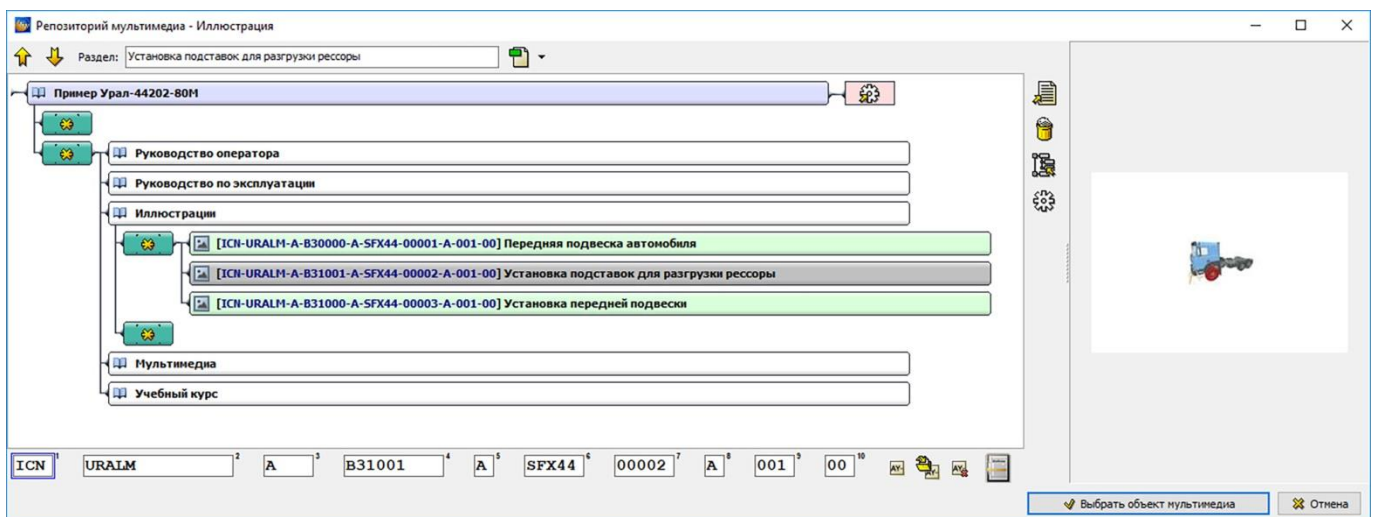
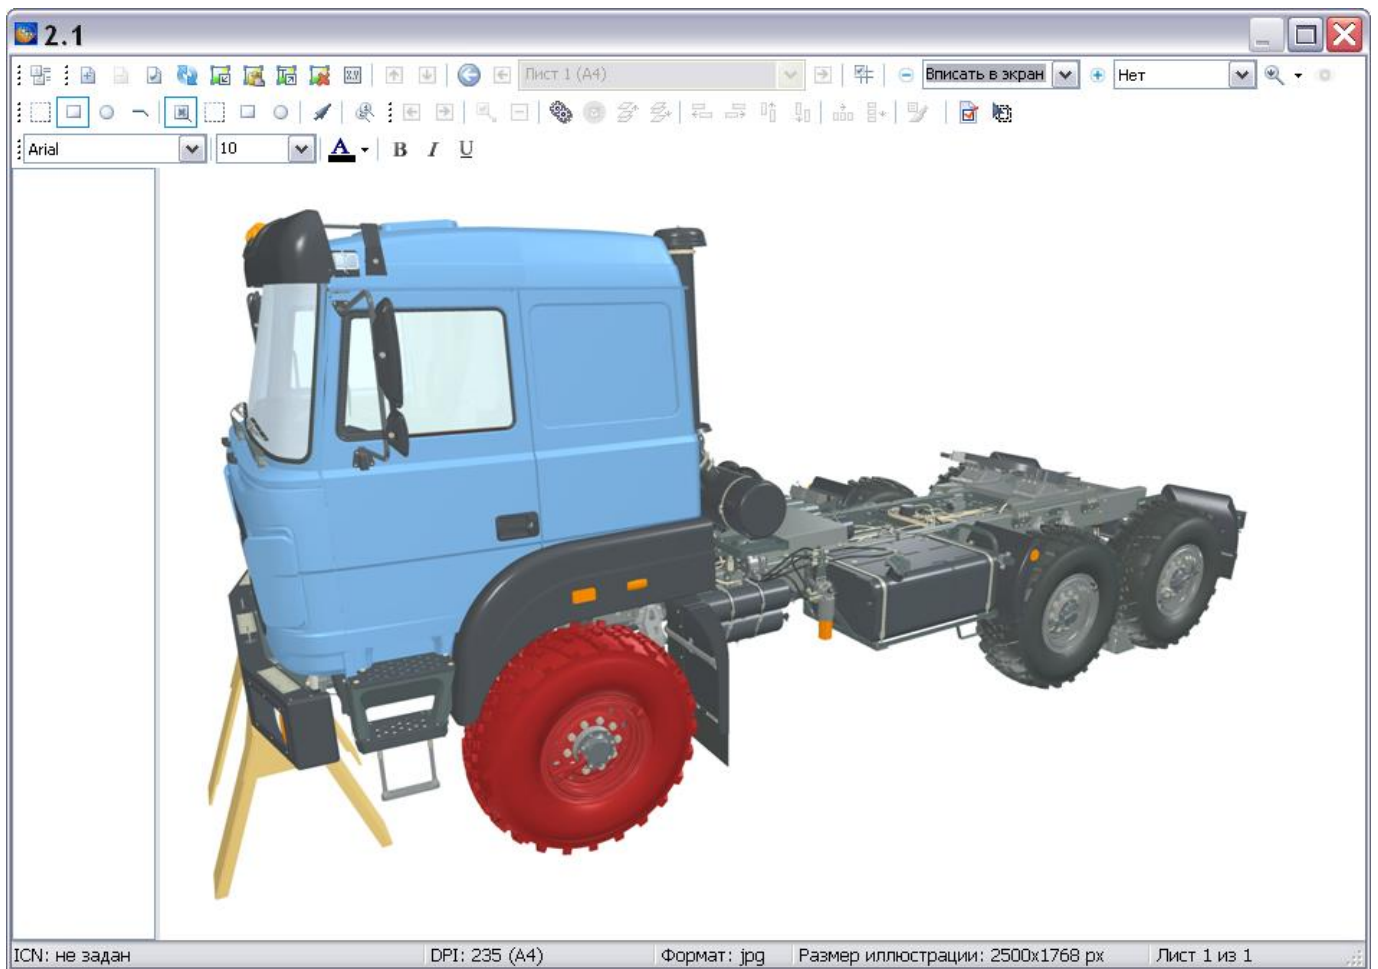

Рисунок 395
Рисунок 396
2) Выберите модуль данных с соответствующей иллюстрацией и нажмите на кнопку **Выбрать объект мультимедиа** (рисунок 395). После этого изображение появится в окне создания иллюстраций (рисунок 396).